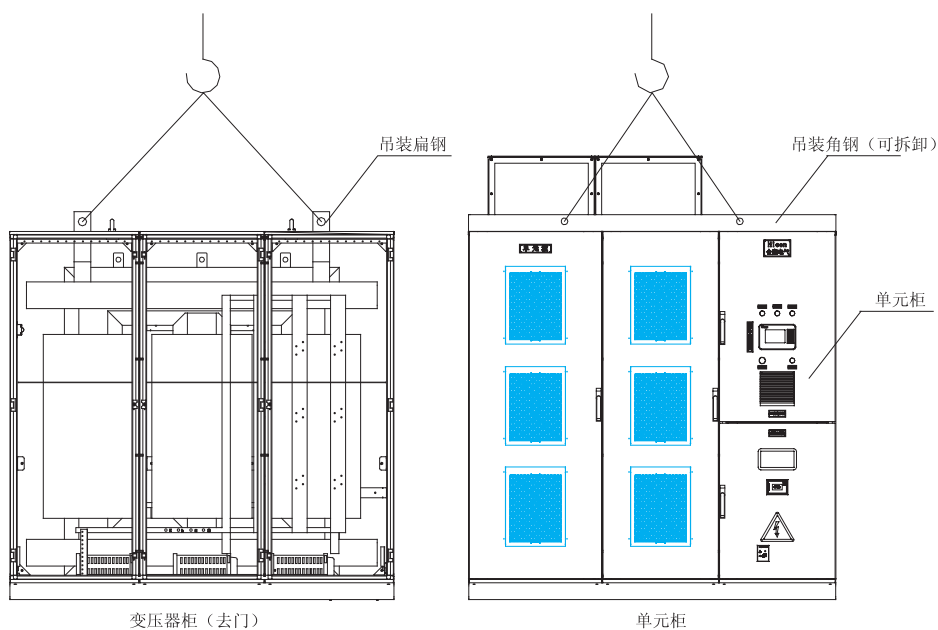

图4.6 柜体吊装示意图
- 安装前, 变压器和变压器柜已经固定成了一个整体, 因此在吊装时不要使用柜体上的吊环, 而直接吊变压器上的吊装孔, 如图4.6所示, 详见附录A。